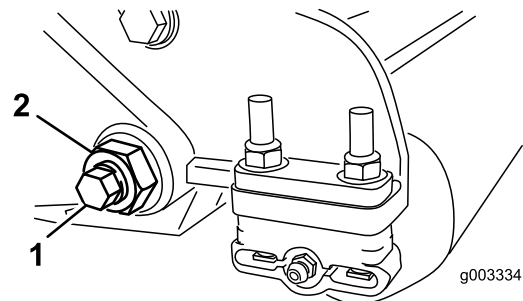

Figure 30
3. De chaque côté de la machine, desserrez le contre-écrou qui fixe le boulon de la barre d'appui (Figure 30).
4. Retirez les boulons de la barre d'appui afin de pouvoir baisser la barre et la déposer du boulon de la machine (Figure 30).